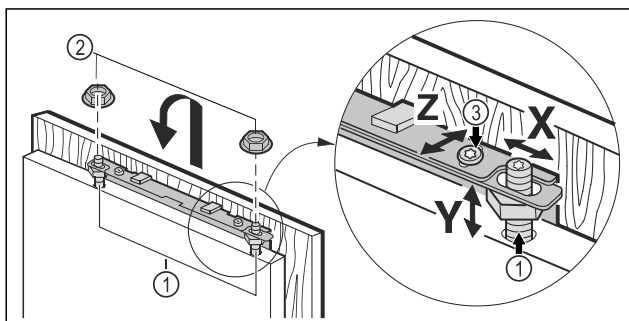

Fig. 22
- ▶ Zakvačite vrata namještanja za svornjake za namještanje Fig. 22 (1) i labavo navrnite protumatice Fig. 22 (2) na svornjake za namještanje.
- ▶ Poravnajte vrata namještaja u visinu Y i prema bočnom nagibu: Namjestite svornjake za namještanje Fig. 22 (1) s pomoću odvijača.
- ▶ Pritegnite protumaticu Fig. 22 (3).